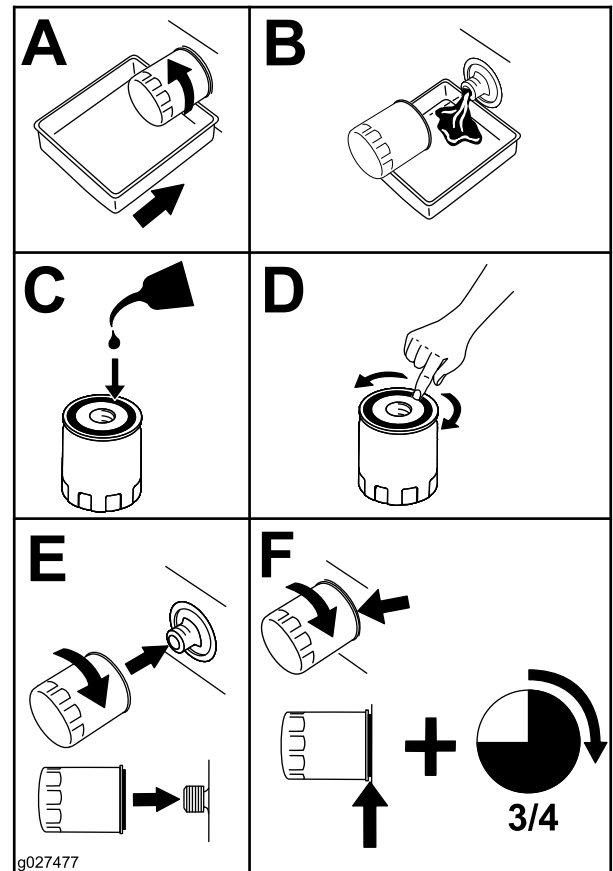

Figure 61
2. Remplacez le filtre à huile moteur (Figure 61).